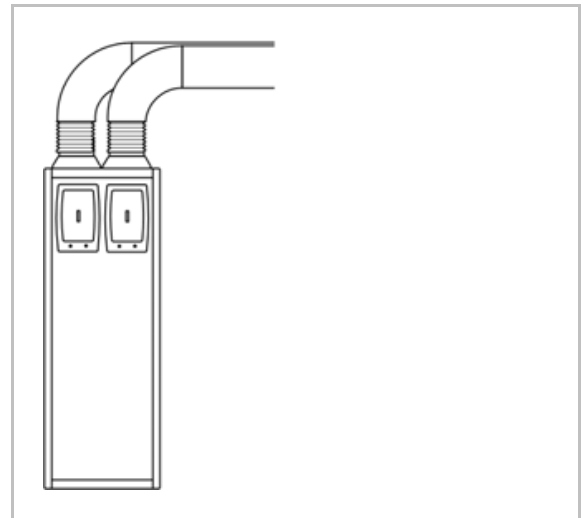

Fig. 20: Racordarea conductelor
1. La conectarea la conductele de ventilație, utilizați întotdeauna o bucată scurtă de conductă flexibilă (lungime 100 -150 mm), întinsă la maximum (vezi fig. 20).